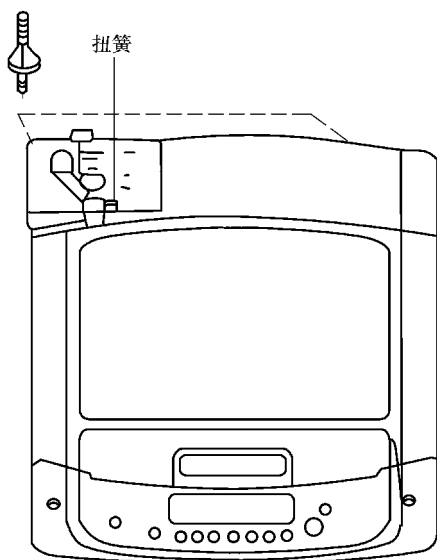

图 3-26 拆卸进水阀的方法
- 3) 用十字螺钉旋具拆除水阀固定螺钉然后拔掉进水阀上的接插件即可拿出进水阀,如图 3-26 所示。